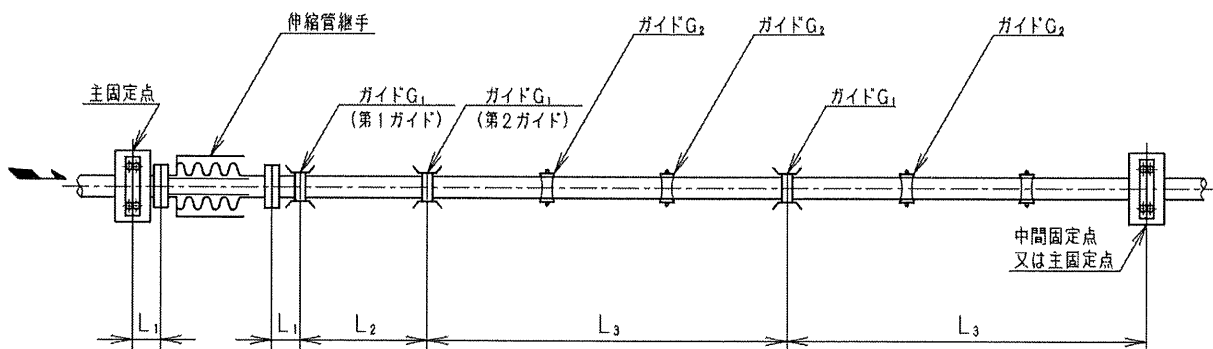
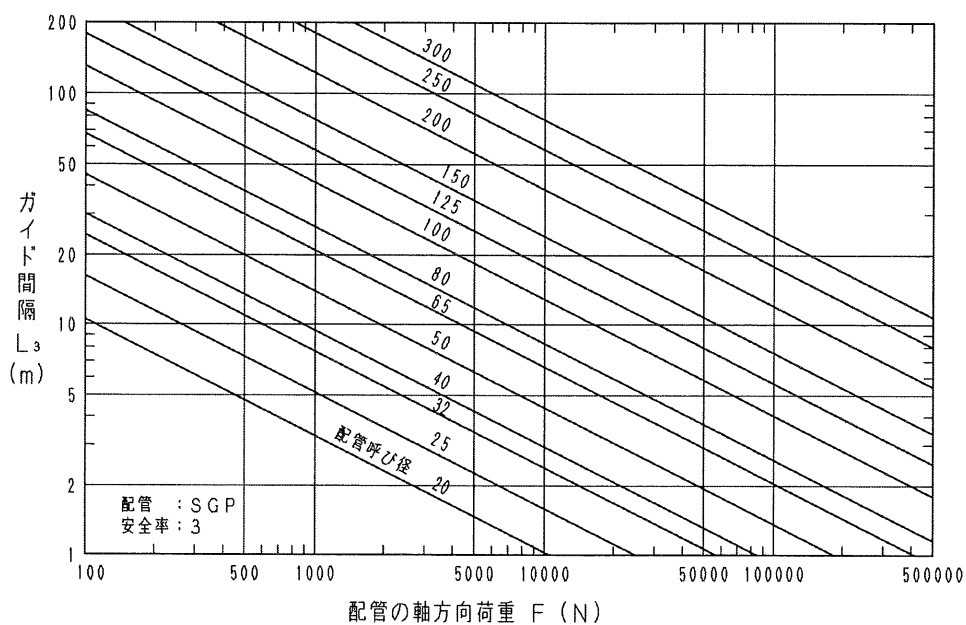

図7 配管例
図8 中間ガイド間隔  $L_3$
- (1) ガイド設置位置は、図 7 の配管例を参考にしてください。
- (2) しん合わせ及び座屈防止用ガイド G1 は、図 7 に示す管継手から最初の第 1 ガイドまでの間隔(L1)、次の第 2 ガイドまでの間隔(L2)、中間ガイドの間隔(L3)等の取付間隔が、以下の計算式で求めた間隔値を超えないようにしてください。なお L3 は、配管が SGP の場合、図 8 から求めることができます。